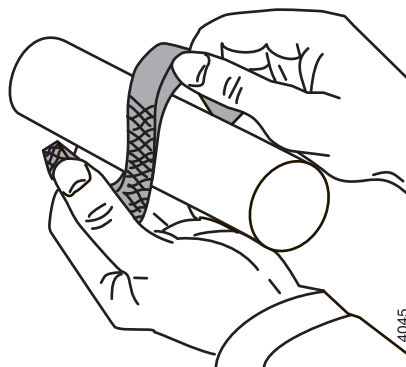

Figure 16: Ouverture d'une bague de garniture.
- 1 Installez les 5 bagues de garniture. Mettez-y les garnitures de telle sorte que les ouvertures se trouvent alternativement en haut. Il ne faut que écarter les bagues axialement comme indiqué à la figure 16.